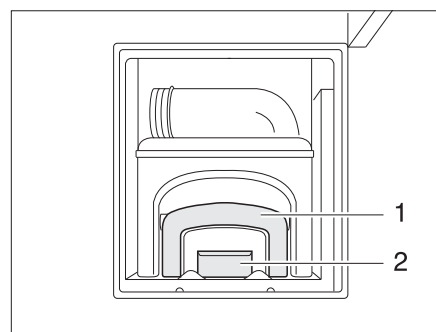

Fig. 252 Accès réservoir pour matières fécales, ouvert
- Actionner le déverrouillage (Fig. 252,2) et retirer le réservoir pour matières fécales (cassette) par la poignée (Fig. 252,1).